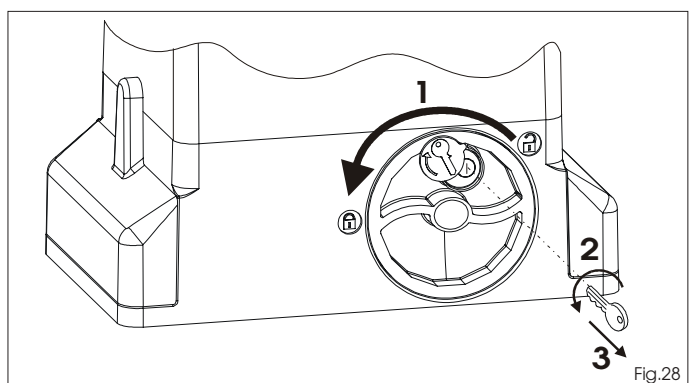

Fig.28
- 1) Tourner le système de déverrouillage dans le sens inverse des aiguilles d'une montre jusqu'à son arrêt, Fig. 28 réf. 1.
- 2) Tourner la clé dans le sens inverse des aiguilles d'une montre et l'extraire de la serrure, Fig. 28 réf. 2 et 3.